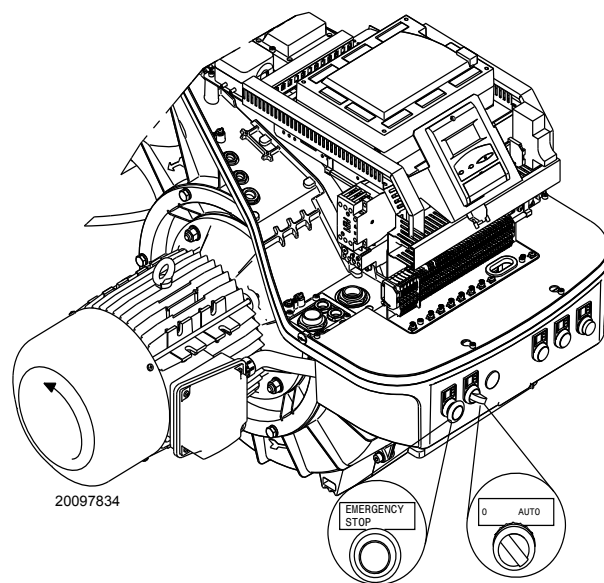

Fig. 27
Posizionare l'interruttore Fig. 27 in posizione "AUTO".
Se segnalano tensione, fermare **immediatamente** il bruciatore e controllare i collegamenti elettrici. Quando il bruciatore si avvia, verificare la direzione della rotazione del motore, come indicato in (Fig. 27).
- mettere l'interruttore di Fig. 27 in posizione "0" ed attendere che l'apparecchiatura esegua la fase di spegnimento;